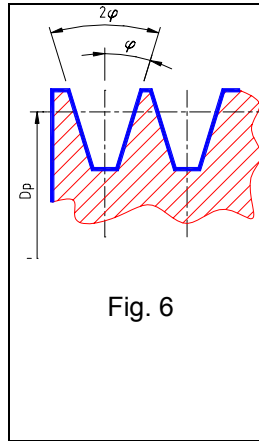

Fig. 6
- η : Coefficiente d'attrito tra cinghia e puleggia (nel caso di cinghie trapezoidali esso va diviso per $\sin(\varphi)$, dove φ è l'angolo di semiapertura della gola misurato in rad). Fig 6
Friction coefficient between belt and pulley (in case of V-type belts, this coefficient has to be divided by $\sin(\varphi)$, where φ is the angle of the semiaperture of the rim of the pulley in rad). Fig 6